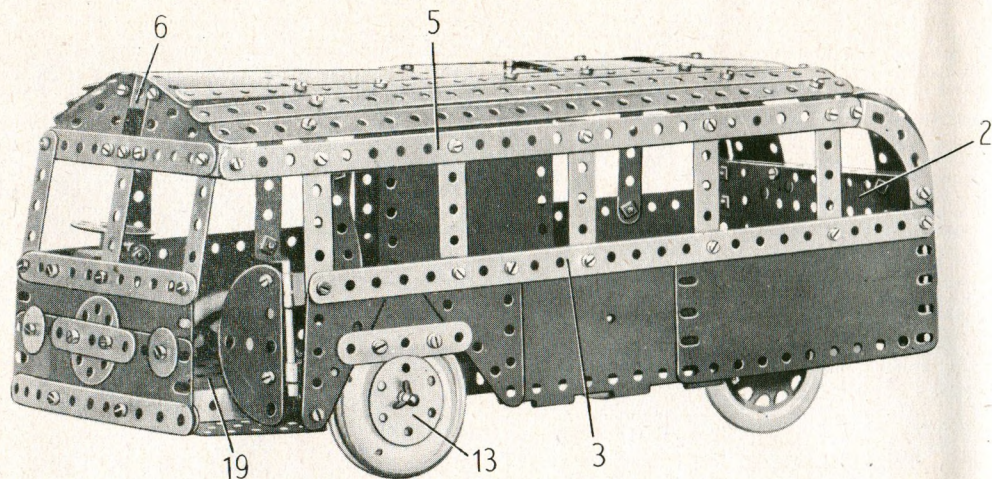

Fig. 5.8
Le côté du modèle qui apparaît sur la figure 5.8 est boulonné sur une bande de 25 trous (3). Il est formé par une plaque flexible de 14x6 cm., une moitié de plaque à charnière, une plaque flexible triangulaire de 6x5 cm., une de 6x4 cm. et par une plaque flexible de 6x4 cm. Le côté est boulonné sur la plaque à rebords (2) et il est réuni par une équerre à une bande de 11 trous. (4) fixée au travers du châssis. L'autre côté du modèle est construit de façon identique, mais il est prolongé vers l'avant par deux plaques flexibles de 6x4 cm., qui sont réunies à la carrosserie par une équerre; en outre, une bande de 25 trous et une bande de 11 trous remplacent la bande (3).